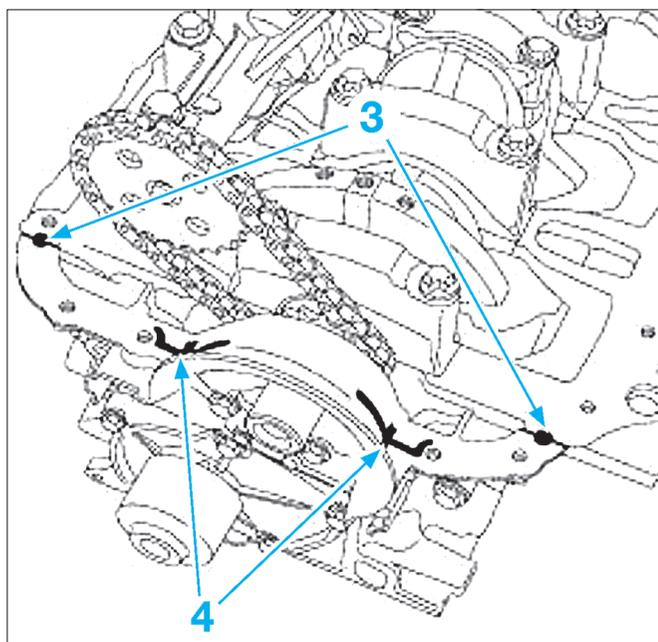
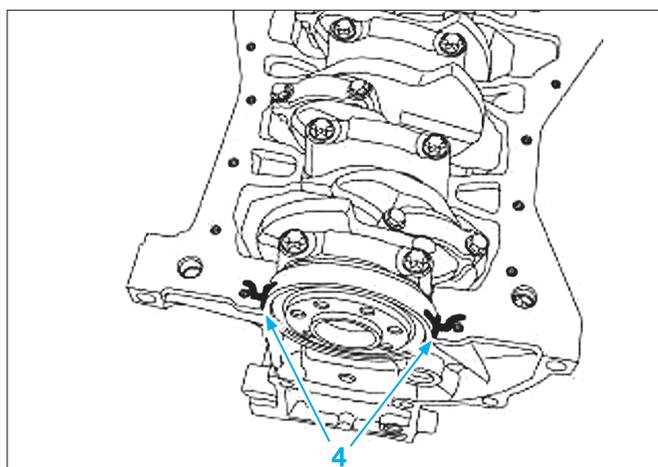

Fig. 36
Fig. 37
- Appliquer deux points (3) de joint silicone adhérent d'un Ø de 7 mm à l'intersection du carter de fermeture de vilebrequin (Fig.36).
- Appliquer les cordons (4) de joint silicone d'un Ø de 5 mm sur le carter-cylindre (Fig.36) et (Fig.37).